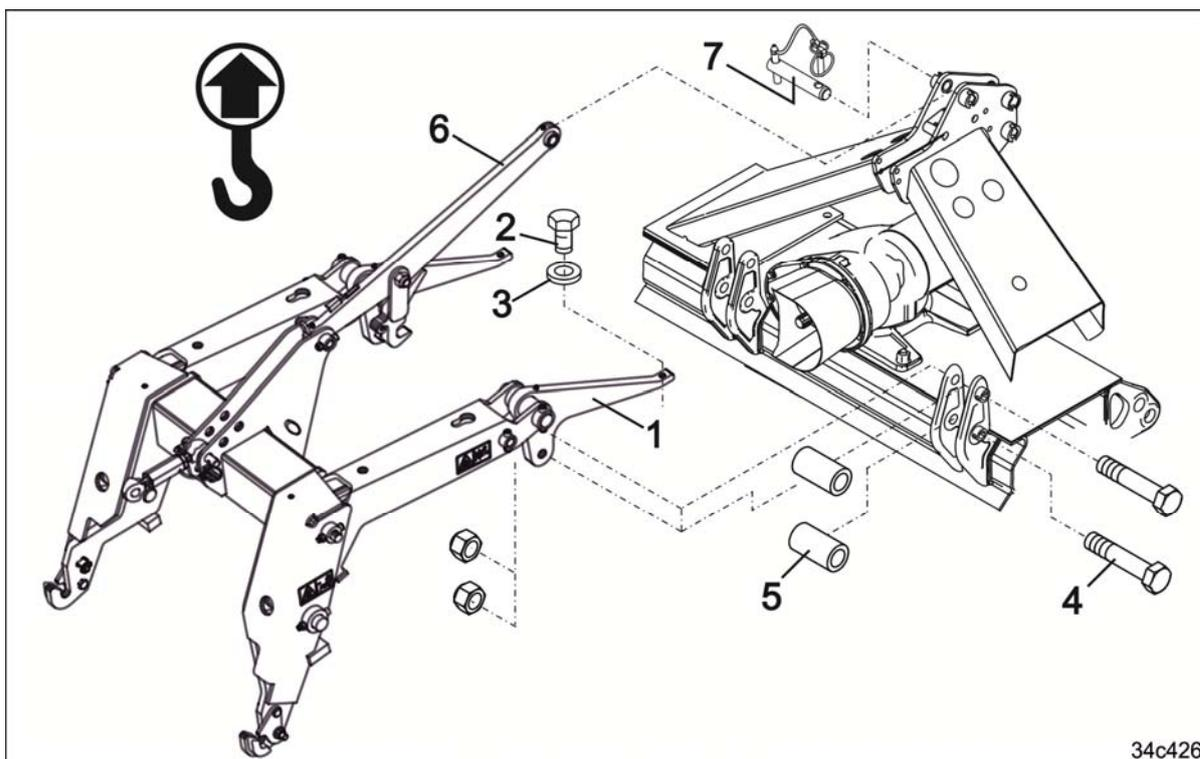

Fig. 88
5. Visser l'étrier (Fig. 88/1) sur la machine de préparation du sol en utilisant
- o deux vis machine (Fig. 88/2)
- o des rondelles (Fig. 88/3)
- o 4 vis (Fig. 88/4)
- o avec 4 douilles d'entretoisement (Fig. 88/5).
6. Fixer le tirant supérieur (Fig. 88/6) en utilisant un axe (Fig. 88/7) et goupiller en sécurité.